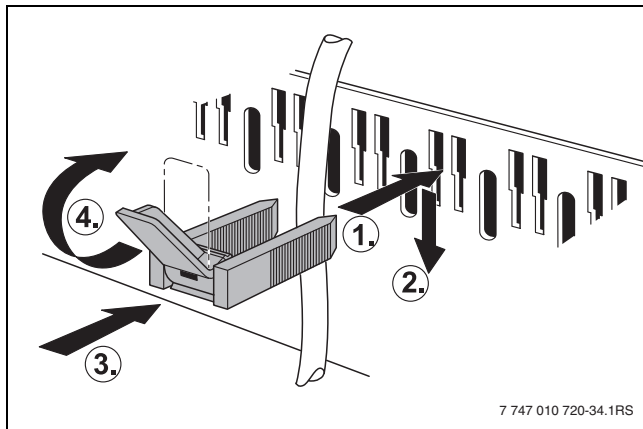

Fig. 17 Asegurar los cables con una abrazadera
- ▶ Colocar la abrazadera de cable con la tubería desde arriba en la ranura y presionar hacia abajo hasta que el cable esté inmovilizado (→ fig. 17).